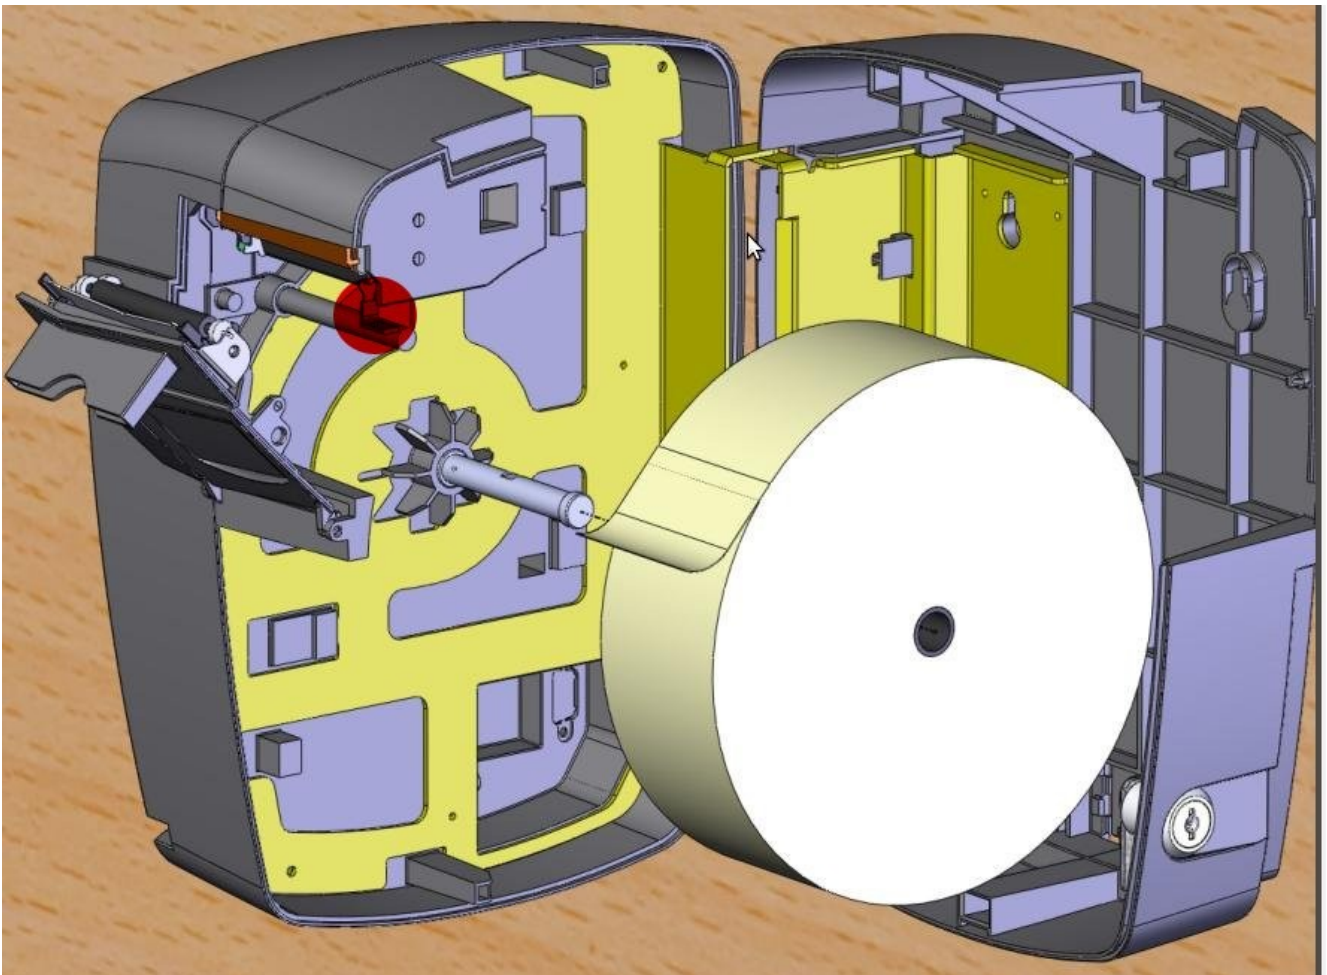

Figura 1 - Inserção da bobina no compartimento
- Abrir o compartimento da impressora, utilizando a chave do produto e puxando a “trava” (destacada em vermelho na figura 1) para o lado direito.